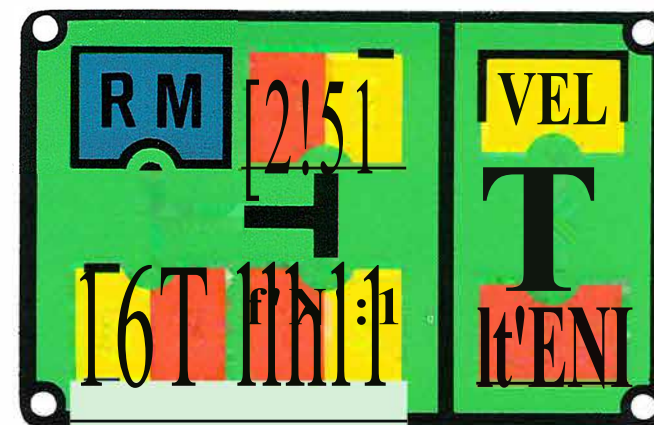
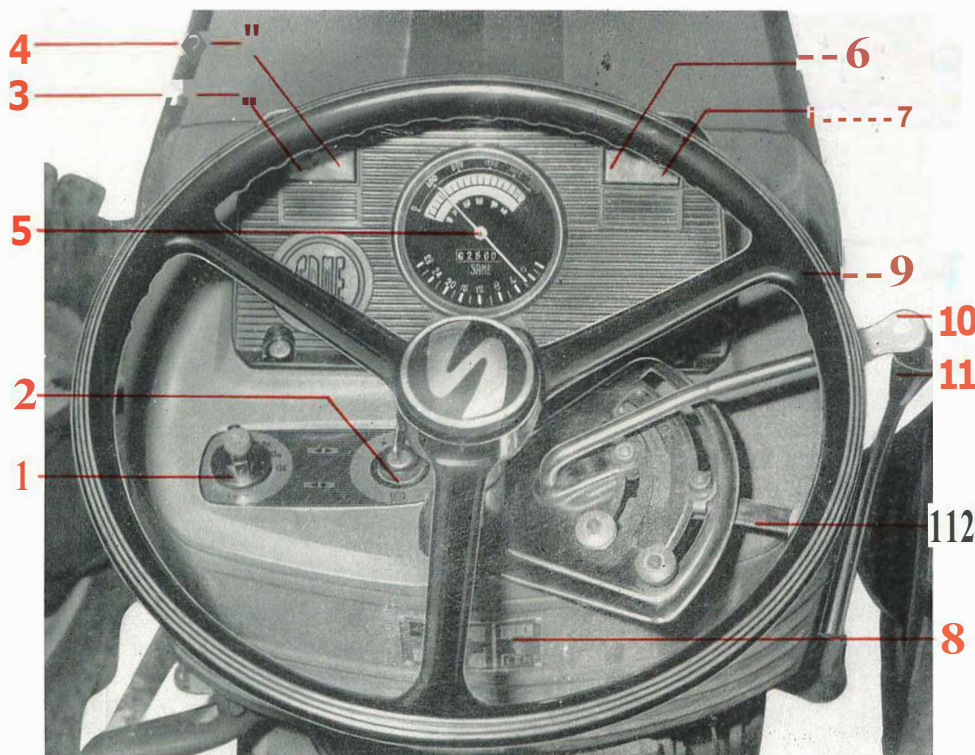

fig. 7
fig. 8
(voir aussi 11 fig. 8)
(voir aussi 10 fig. 8)
(voir aussi 12 fig. 8)
Il peut prendre trois positions, à savoir: vélocé - lent - point mort, conformément au schéma de la plaquette (fig. 7) placée sous le volant de direction.
La position de ce levier et celle du réducteur déterminent les vitesses comme indiqué dans la plaquette (fig. 7) située sous le volant de direction (8 fig. 8).
Instruments du tableau de bord et commandes électriques (fig. 8)
Ne fonctionne que quand la clé de contact est introduite à fond dans l'interrupteur général (2 fig. 8) et tournée, dans le sens des aiguilles d'une montre, sur le n° 1. En tournant le commutateur, dans le sens des aiguilles d'une montre, jusqu'au premier cran on allume les feux de position; au deuxième cran on allume les codes; au troisième cran on allume les phares. En reportant le commutateur sur la position 0 on éteint tous les feux.
Cet interrupteur est actionné par la clé de contact qui doit être introduite à fond. En tournant la clé sur la position 1, on établit le contact avec le commutateur d'éclairage (1 fig. 8). Pour lancer le démarreur, il faut tourner la clé sur la position 2, en surmontant la résistance opposée par un petit ressort intérieur qui ramène automatiquement la clé, dès qu'on la lâche, sur la position 1. En tournant la clé sur la position P, on peut allumer les feux de stationnement en manœuvrant opportunément le commutateur d'éclairage. Quand l'interrupteur est dans cette position, on peut extraire la clé de contact.
- 4 la manette de commande de la Station automatique de contrôle (10 fig. 8) se trouve sur le secteur rouge (FLOTT).
- 3 introduire à fond la clé de l'interrupteur général (2 fig. 8) et la tourner, dans le sens des aiguilles d'une montre, sur le n° 2